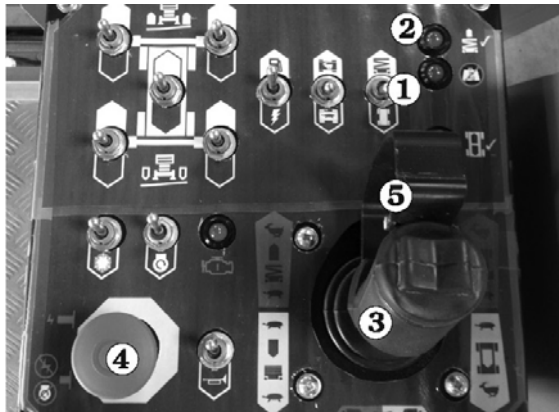

Fig. 8.10
2. Sätt Väljaren för "Lyft/Körning" ① (se Fig. 8.10) i läge "Lyft".
3. Dra in och håll kvar "Dödmansgreppet" ⑤ mot joysticken ③ (se Fig. 8.10).
4. För sakta **joysticken** ③ framåt för att höja plattformen, eller dra den bakåt för att sänka den. Ju längre du för sakta **joysticken** ③ framåt, ju snabbare höjer plattformen sig. Det finns bara en (1) hastighet för sänkning av plattformen.